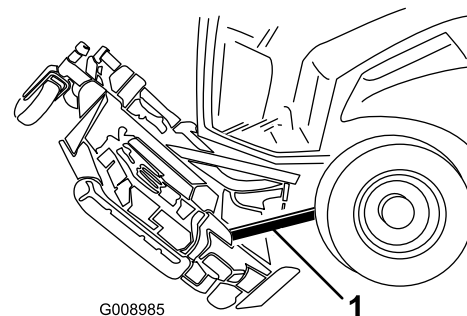

Рисунок 137
6. Поместите упорный деревянный брусок между задней частью деки и машиной (Рисунок 137).